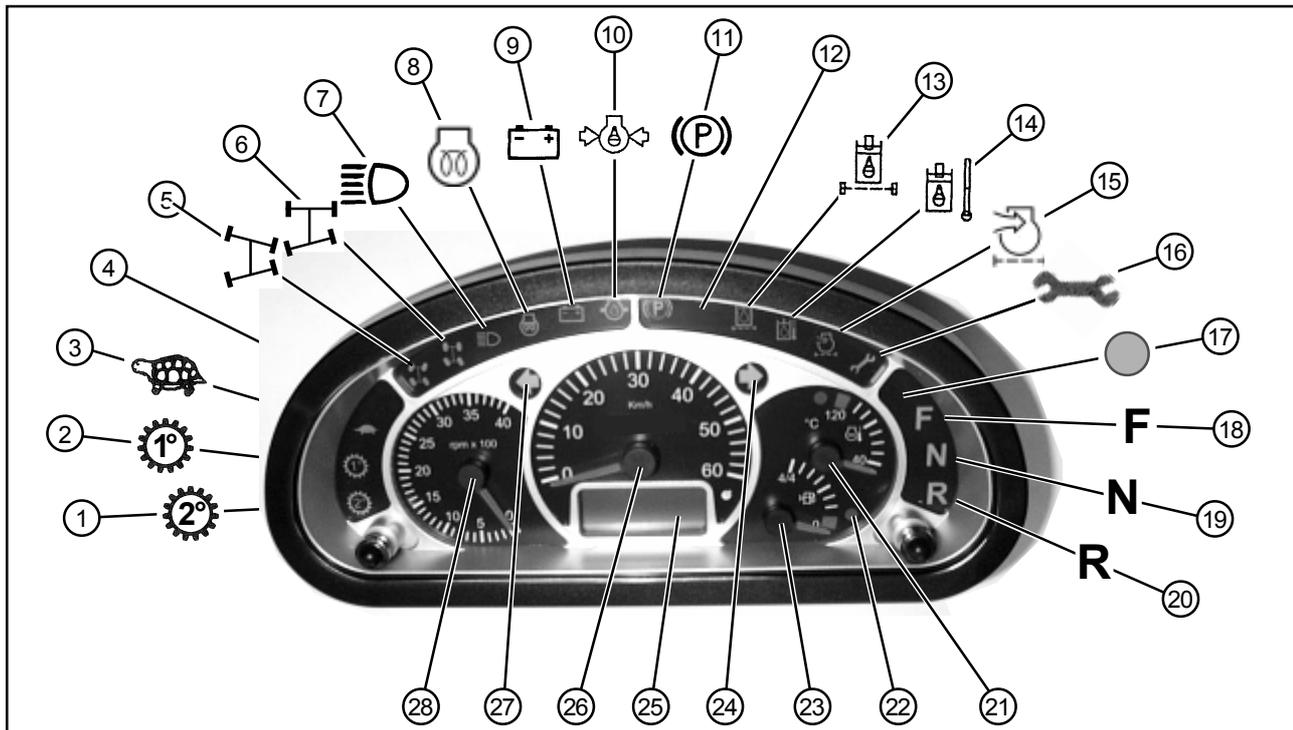

Fig. 4-16
- 1 - Tableau de multifonctions (voir chapitre 4.4.1 fig. 4-16)
- 2 - Interrupteur à bascule pour gyrophare (IO)